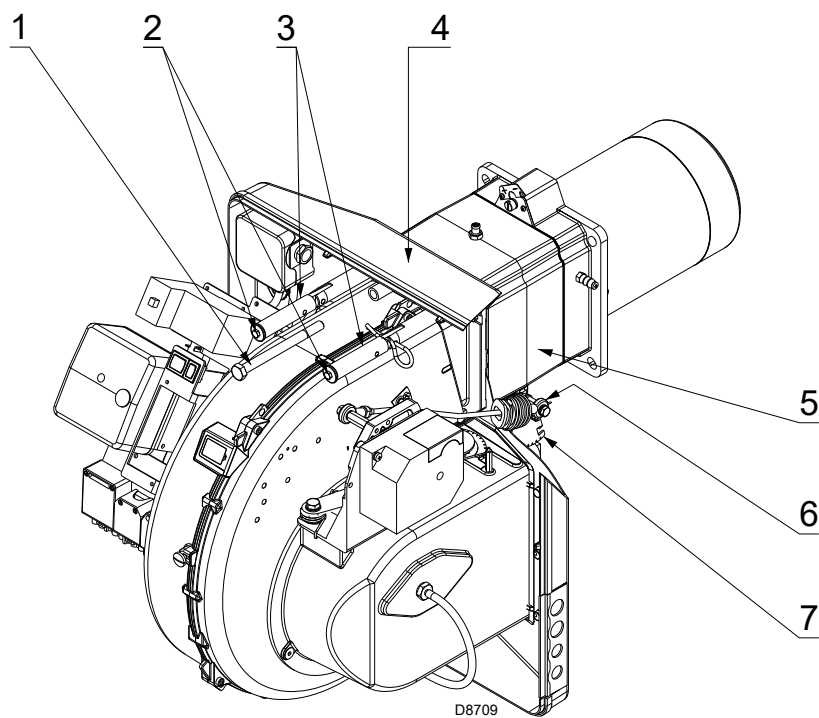

图 17
- 连接探针和电极电缆，然后沿滑杆将燃烧器推至管路连接处，此时燃烧器位置如图 17 所示；